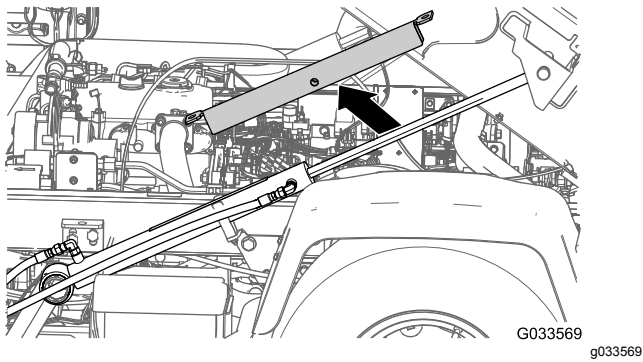
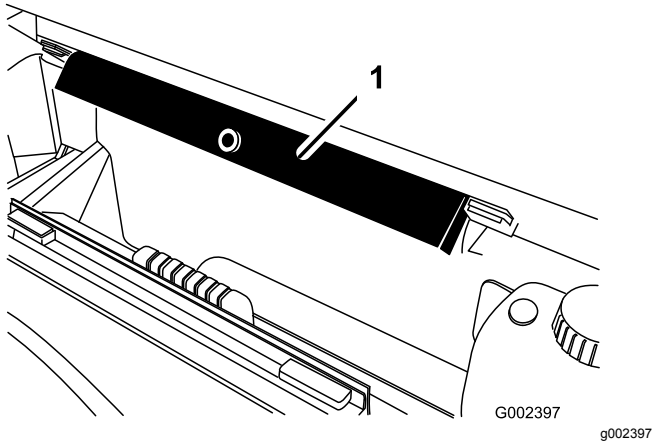

Figura 34
Figura 35
- Rimuovete il supporto del pianale dal cilindro di sollevamento e riponete il supporto sulle staffe di stoccaggio sulla parte posteriore del pannello del ROPS (Figura 34 e Figura 35).